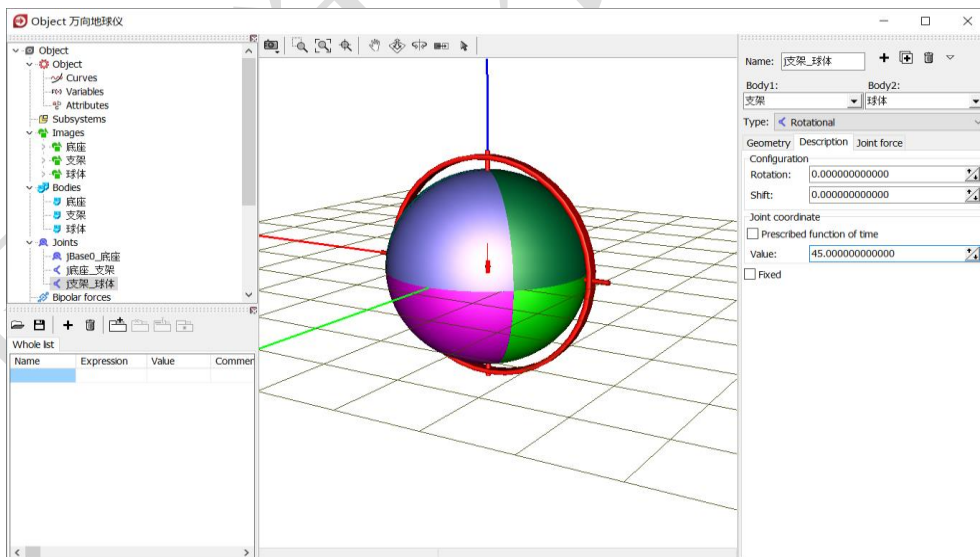

图 2-36
- 10) 在 **Description** 页面，我们可以改变 **Value** 值（转动铰对应为角度），预览球体相对支架的运动（预览后请记得归零，并敲回车键），如图 2-36。